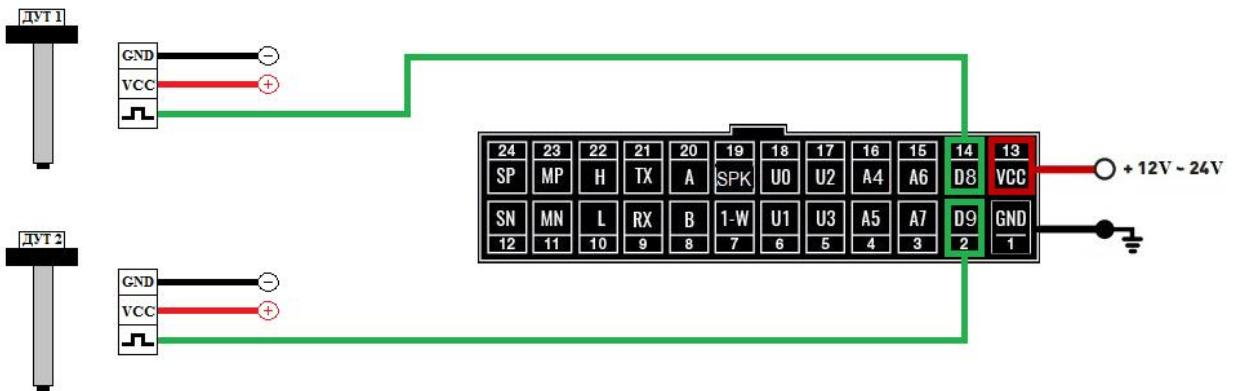

Рисунок 5 – Схема подключения частотных ДУТ
**Режим «частотный»** - могут быть подключены ДУТ с частотным выходом. Одновременно можно подключать до шести частотных датчиков, что позволяет контролировать расход топлива на автомобилях с несколькими топливными баками (рис. 5).